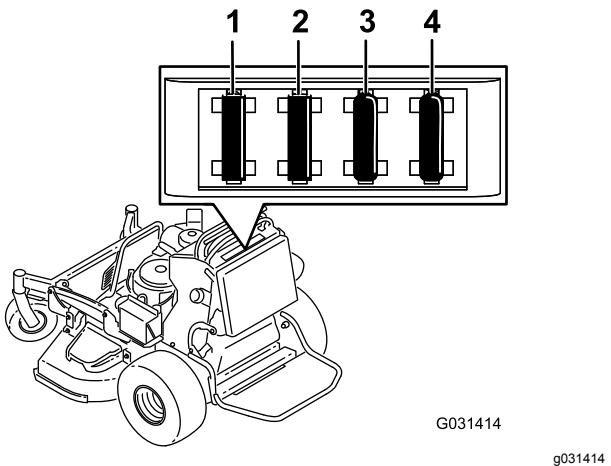

Figura 50
- Puxe o fusível para fora para o retirar ou substituí-lo (Figura 50).
Nota: Certifique-se de que é instalado um fusível de tamanho correto Figura 50.